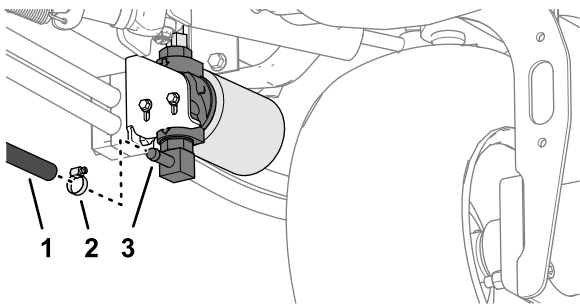

Bild 10
1. Entfernen Sie die Schlauchklemme, die den Behälterrücklaufschlauch am gezahnten Anschlussstück des Hydraulikfilterkopfes befestigt (Bild 10).
2. Entfernen Sie den Behälterrücklaufschlauch und lassen Sie die Hydraulikflüssigkeit vollständig aus dem Filterkopf und dem Schlauch ablaufen (Bild 10).
3. Montieren Sie den Behälterrücklaufschlauch und die Schlauchklemme am gezahnten Anschlussstück und ziehen Sie die Schlauchklemme fest (Bild 10).